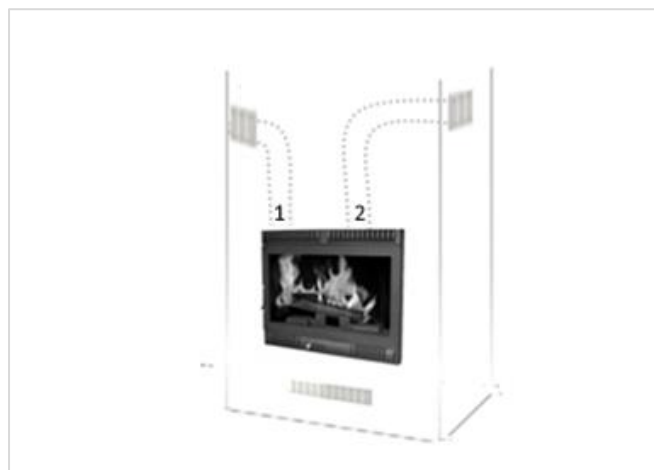

Figure 5
1. L'appareil possède deux ouvertures (voir 1 et 2 sur la figure 5) en partie supérieure qui permettent le raccordement d'un tuyau pour canaliser l'air chaud.